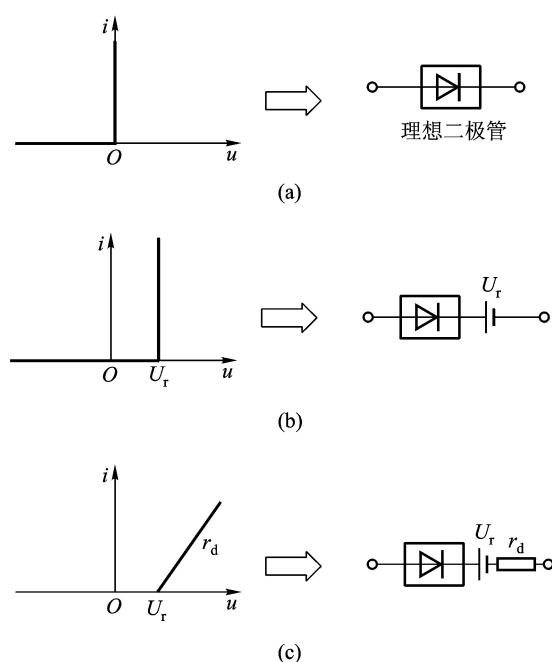

图 1 二极管大信号工作模型图
①分段线性模型：在工程计算时允许有一定的近似，如图 1 所示。图(a)为理想二极管；图(b)只考虑门限电压；图(c)为既考虑门限电压又考虑交流电阻。需要注意的是：图中认为反向电流为零，且没有工作到击穿区。